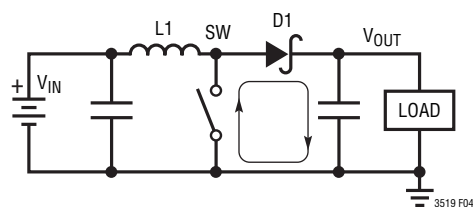

図4. 高周波数経路
全てのスイッチング・レギュレータの場合と同様、プリント回路基板のレイアウトと部品配置には細心の注意が必要です。電磁干渉 (EMI) を防ぐには高周波スイッチング経路 (図4を参照) の適切なレイアウトが不可欠です。スイッチング・ノード・ピン (SW) に接続される全てのトレースの長さや面積を最小にします。検出電圧ピン (ISPとISN) はスイッチング・ノードから離します。LT3519への $V_{IN}$ 電源のバイパス・コンデンサはデバイスの $V_{IN}$ ピンとGNDにできるだけ近づけて配置します。同様に、 $C_{OUT}$ はCATHODEピンに隣接して配置します。FBやCTRLなどの高インピーダンス信号の配線は長くしないで下さい。そうでないと、スイッチング・ノイズを拾うことがあります。推奨部品配置を図5に示します。